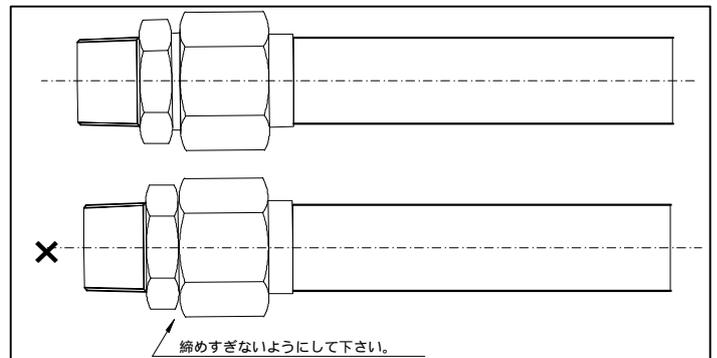

図2
- 袋ナットの締め付けは、ネジの切りじまいまでとし、締め過ぎないようにしてください。（図2参照）
袋ナットの締め付けは、本体袋ナットネジ部の切り終いまでとし、締めすぎないようにして下さい。[図2]